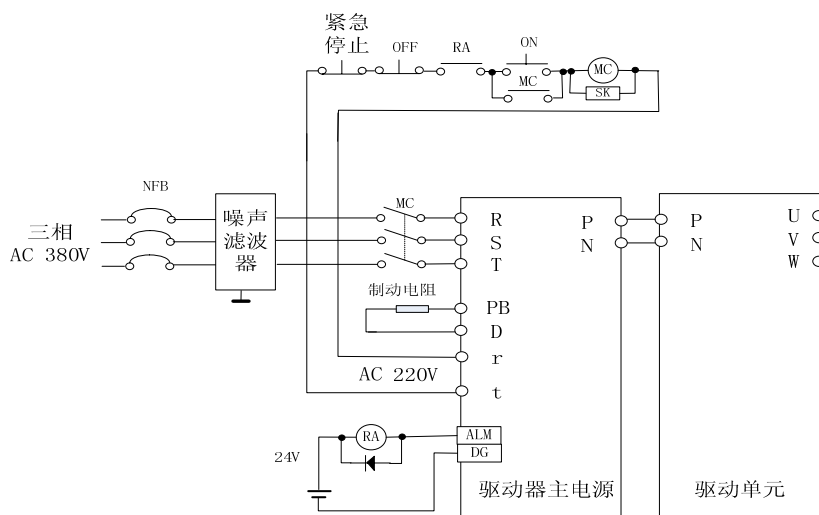

图 7-1 电源模块接线图
- 必须接入一个紧急停止电路, 确保发生故障时, 电源能立即停止 (参见图 7-1)
电源连接请参照图 7-1, 并按以下顺序接通电源。